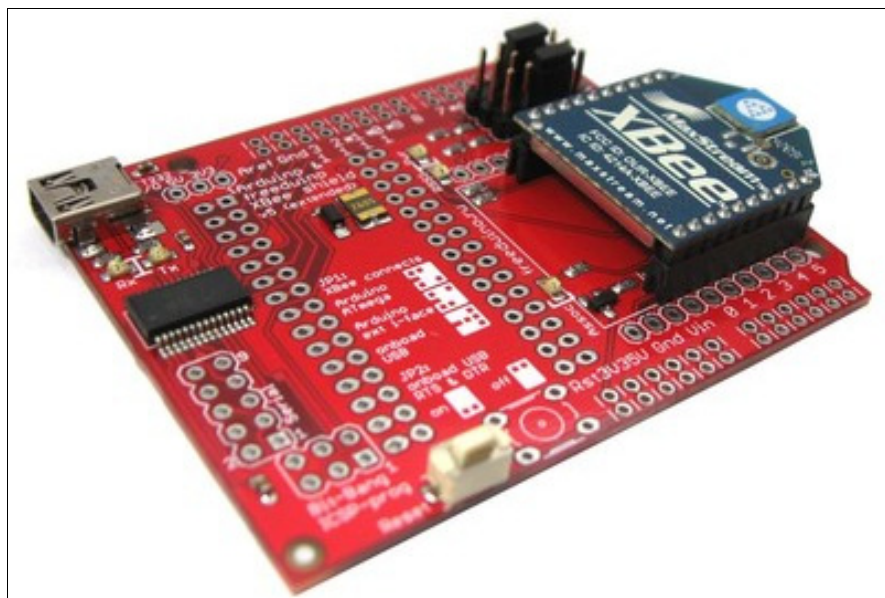

Рис. 3.3. XBee Shield
- **XBee Shield** (рис. 3.3) — обеспечивает при помощи модуля Maxstream Xbee Zigbee беспроводную связь несколькими устройствам Arduino;